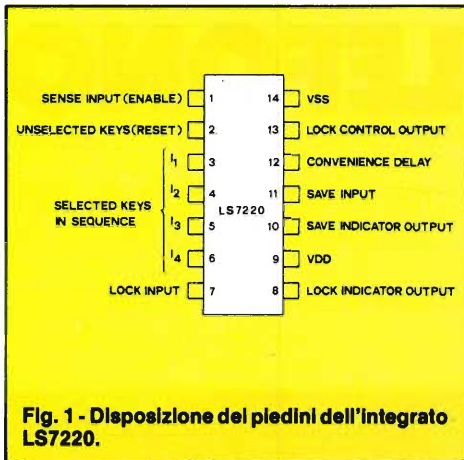

Fig. 1 - Disposizione dei piedini dell'integrato LS7220.
Di base, con riferimento alle figure 1 e 2, (diagramma dei tempi di azionamento), il funzionamento dell'IC è il seguente: il terminale "SENSE INPUT" (1), è collegato ad un interruttore che lo porta ad alto livello; una volta che tale condizione sia presente, per ottenere lo sblocco del sistema, si devono collegare nella sequenza esatta (ve n'è una sola) i terminali 3-4-5-6 ("SELECTED KEYS") al terminale 12. Se si commette un solo errore, i rivelatori interni di sequenza sono immediatamente interdetti, e non accade nulla. Se invece la serie è proprio quella prevista